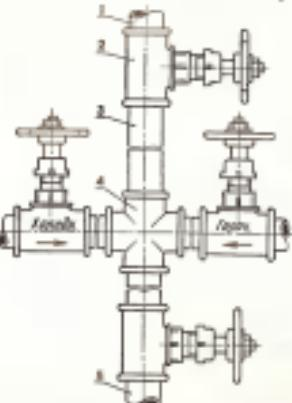

Рис. 3. Смеситель из стандартных сантехнических деталей:
**Смеситель** для кокоса подберите любой. Лучше всего применить готовый настоящий смеситель, но можно его собрать из стандартных сантехнических деталей, как показано на рис. 3.